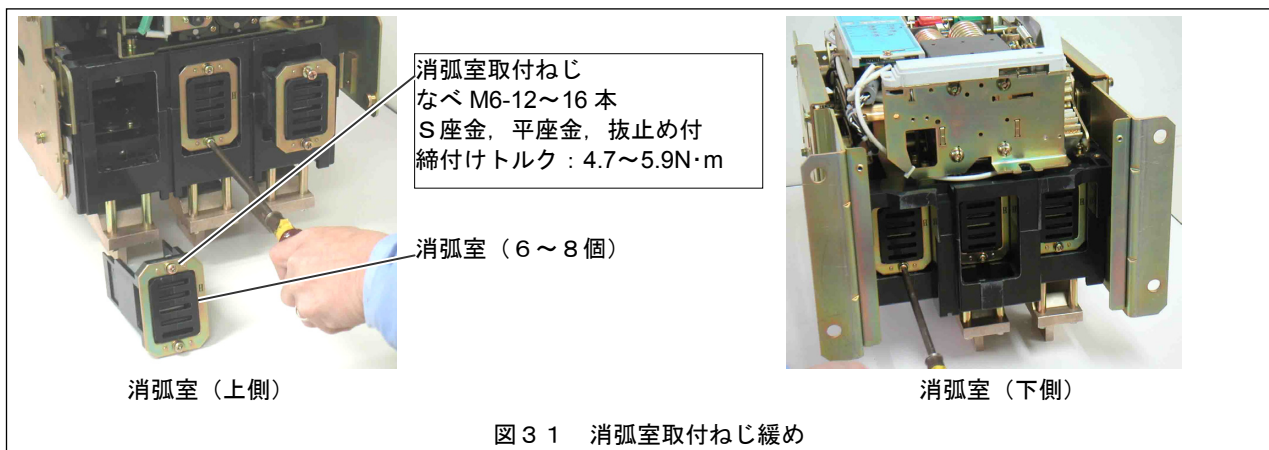

図3 1 消弧室取付ねじ緩め
8) 図3 1 に示す様に、消弧室取付ねじを8～10回転緩め、フリーにします。(消弧室取付ねじは抜止め付です。消弧室から取外せません。)